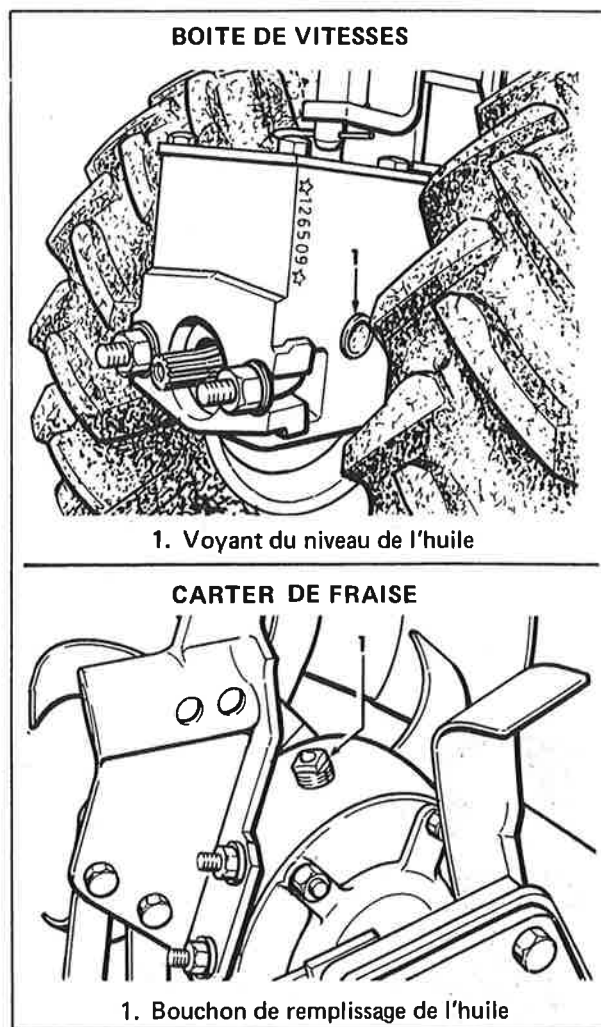

Figure 23. Contrôle du niveau d'huile de la boîte de vitesses et du carter de fraise
**BOITE DE VITESSE:** contrôler le niveau de l'huile à l'aide du voyant (voir la fig. 23).
**CARTER DE FRAISE:** contrôler le niveau d'huile. Le niveau d'huile doit atteindre le bord inférieur de l'orifice pour le bouchon de remplissage (voir la fig. 23).
**CARTER DE FRAISE:** vidanger et changer l'huile (voir la fig. 23).
Dévisser le bouchon de vidange (fig. 25, détail 1) et remplir d'huile jusqu'au niveau demandé en se servant de l'orifice de remplissage (2). Pour le niveau d'huile voir la fig. 23.